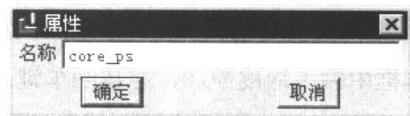

图 1.8 “属性”对话框
Step2. 选择下拉菜单 **编辑(E)**  **属性(P)** 命令,在如图 1.8 所示的对话框中,输入分型面名称 core_ps;单击对话框中的 **确定** 按钮。